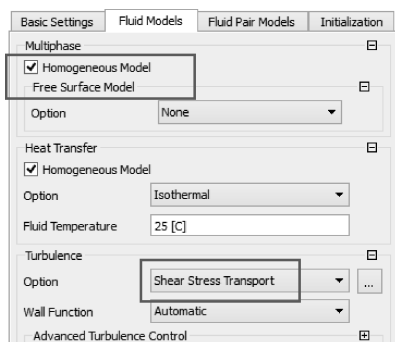

图 11-46 域物质窗口
(3) 选择流体模型【Fluid Models】，在多项【Multiphase】里选择均匀模型【Homogeneous Model】，在湍流栏里选择【Shear Stress Transport】模型，其他为默认，然后单击【OK】确定，如图 11-46 所示。